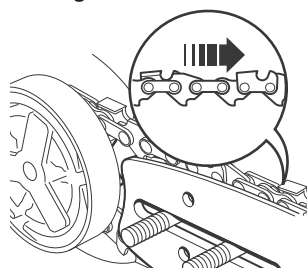

Fig. 4
- > Faites passer la chaîne [3] par dessus le pignon d'entraînement [22] situé derrière l'embrayage [21], puis enfitez-la autour du guide-chaîne [4] en faisant attention à bien orienter les lames dans le sens de rotation (Fig. 4).